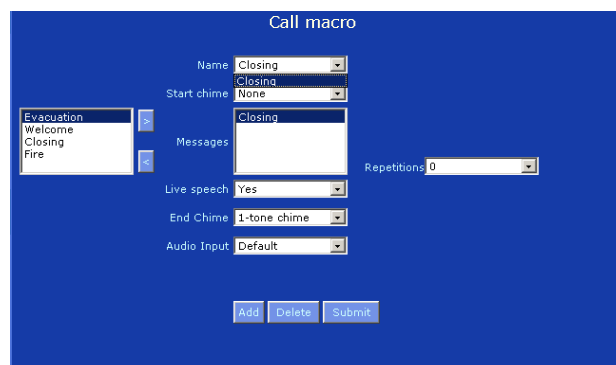

figura 35.9: Cancellazione di una macro annunci, passaggio 4
- 4 Fare clic sul pulsante *OK* per confermare che la macro annunci deve essere cancellata. Nella cornice principale dell'interfaccia web, appare una schermata simile a quella in figura 35.9. La macro annunci cancellata non è più disponibile nell'elenco a discesa *Name*.